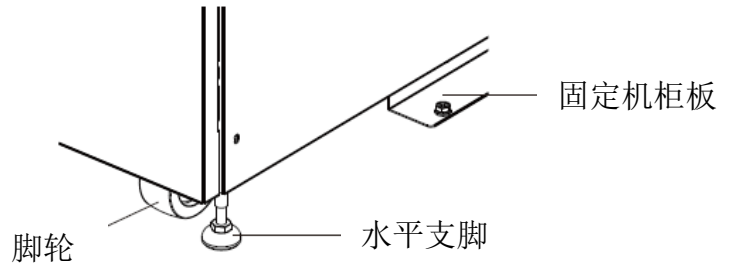

图 2-5
5. 如需固定机柜位置，仅需顺时针转动水平支脚并固定机柜板。如图 2-5 所示。